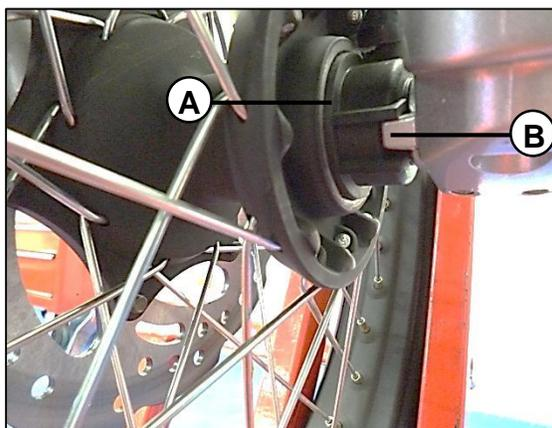

Fig. 06
Retire el sensor de velocidad (A) con cuidado. En el momento del ensamble ubique correctamente la cavidad del sensor, en la guía de la barra (B). aplique una película delgada de vaselina. Fig. 06